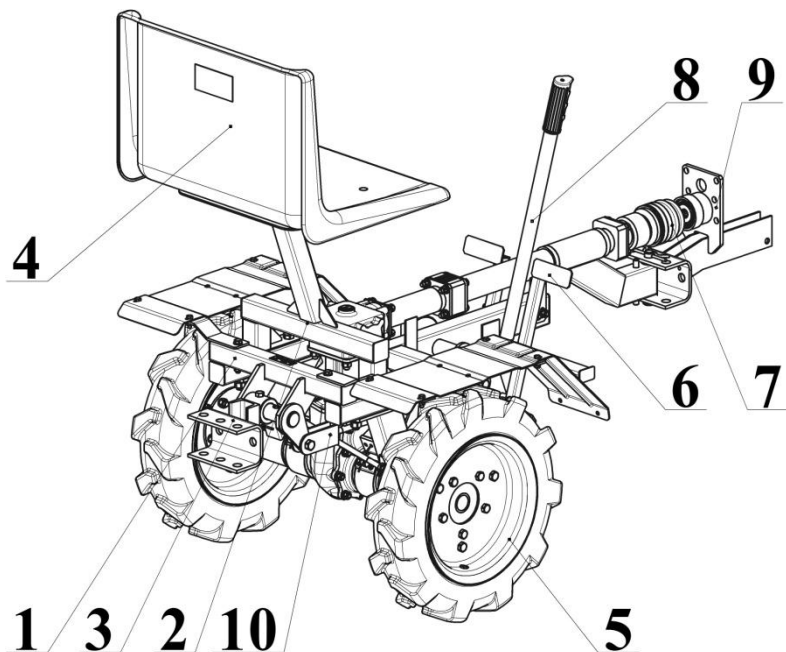

Рисунок 2
6.4 Для работы с навесным оборудованием (плуг, окучник и т.д.) установите на скобу сцепного устройства 3 (рисунок 2) навесное орудие, зафиксируйте шкворнем и отрегулируйте согласно его руководства по эксплуатации и посредством тяги.
7.2.1 Поднимите сцепное устройство 3 (рисунок 2) с помощью рычага подъемного механизма 8 и зафиксируйте его.
- Произвести замену масла в трансмиссии. Для слива масла необходимо вывернуть пробку 11 (рисунок 2). Слив производить до прекращения капельной течи. Заверните сливную пробку.